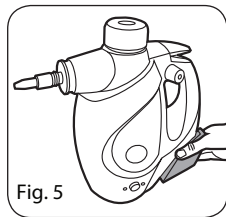

Fig. 5
1. Premere i cricchi sui lati del contenitore della soluzione di lavaggio e staccarlo dall'apparecchio (Fig. 5).